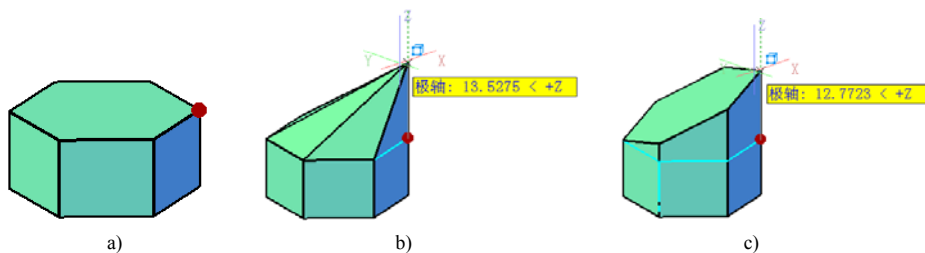

图 7-45 拖动棱柱的顶点
用拖动夹点的方法，选中棱柱的一个顶点后，上下垂直移动光标（拉伸模式），不按〈Ctrl〉键及按〈Ctrl〉键一次的结果如图 7-45 所示。
2) 修改某些相邻面但不将其分为三角形：在移动、旋转、缩放或拖动顶点时，如果在移动鼠标过程中按下并释放〈Ctrl〉键一次，可能会调整某些相邻平面，如图 7-45 所示。